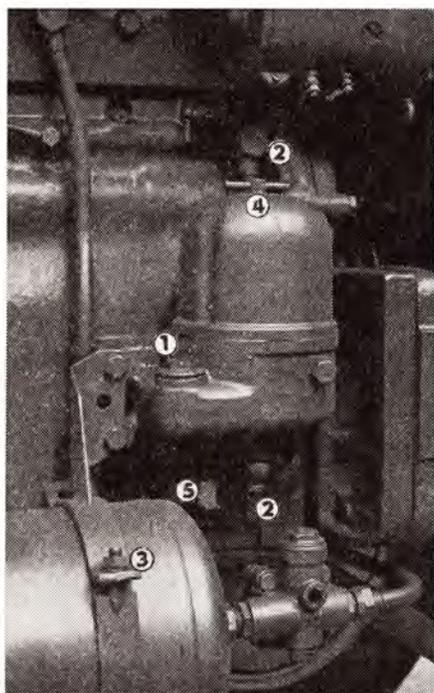

Abb. 9
1. Die Hohl-schraube, welche das Ölrohr an den Ölfilter und an den Kurbelkasten befestigt (Abb. 9/2), ist auszuschrauben.
2. Die Muttern M 10 der Luftbehälter-Konsole (Abb. 9/3) sind zu lockern.
1. Die Flügelmutter ist vom Deckel des Filters (Abb. 9/4) abzuschrauben und der Deckel ist abzunehmen.
Kasten des Zentrifugalfilters angeordnet ist (Abb. 9/1), eingefüllt.